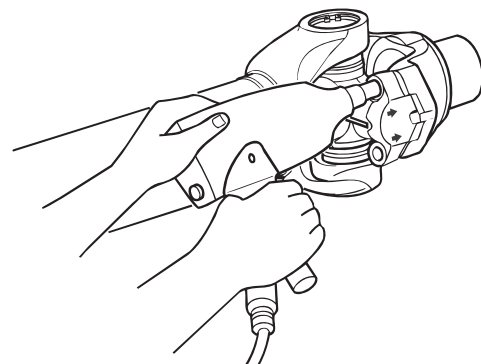

Figura 4.1
2. Use una llave de tubo para aflojar los cuatro tornillos (1/2 x 20 pulgadas de rosca) localizados en el yugo final soldado de la línea de transmisión. Figura 4.1.